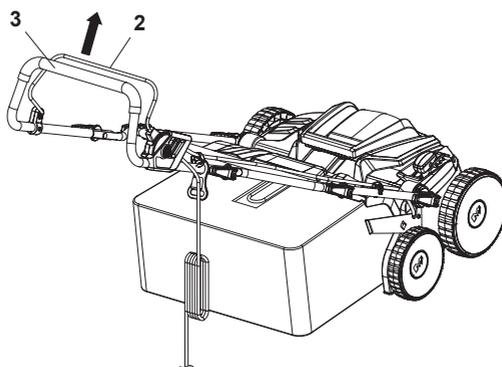

Fig. 14
1. Relâcher les leviers de démarrage (2) pour arrêter la machine (Fig. 14).